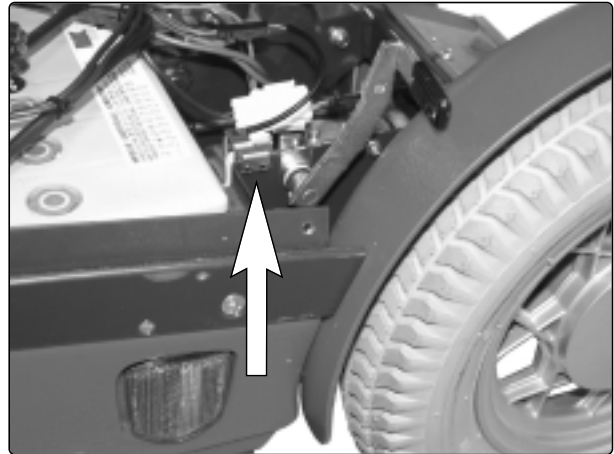

Abb. 47. Bremsentriegelungsgeber
4. Bauen Sie die Halterung des Bremsentriegelungsgebers aus, indem Sie die beiden Schrauben lösen, siehe Abb. 47.